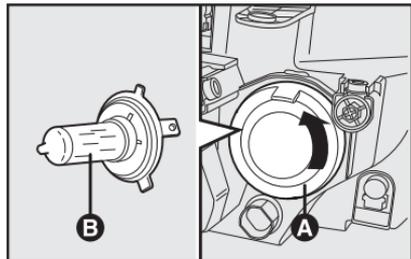

fig. 18
## LUCES BAJAS Y ALTAS - fig. 18
- quite la lámpara **B-fig. 18** y sustitúyala;